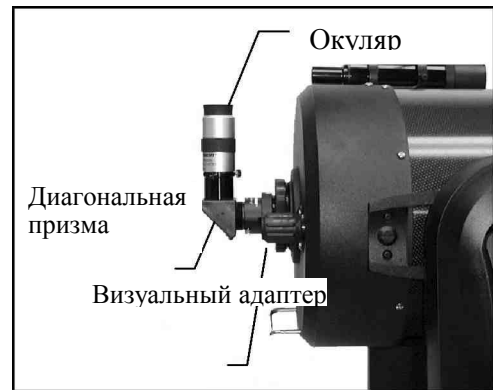

Рис.2-11
1. Снимите крышку с задней части трубы телескопа и поместите ребристое кольцо на визуальный адаптер над задней резьбовой частью трубы (Рис.2-11).